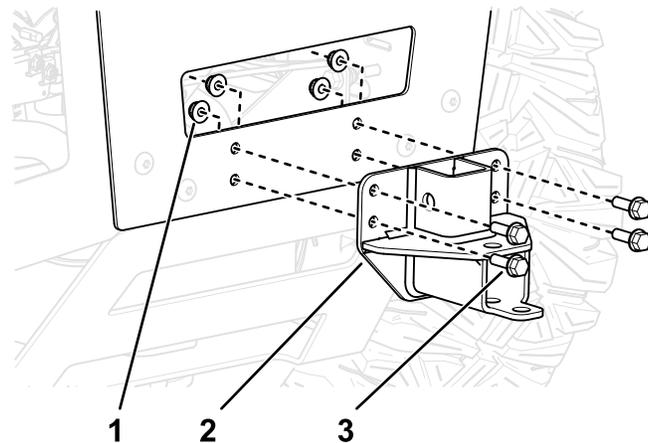

**Рисунок 13**
2. Установите кронштейн стабилизатора на задней защите с помощью 2 болтов (5/16 x 1 дюйм) и 2 контргаяк (5/16 дюйма), как показано на Рисунок 13.